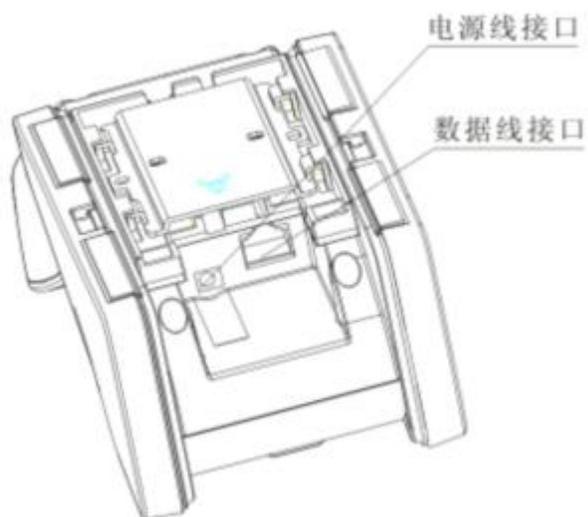

图 1-3
1. 将 USB 数据线的设备接口端（RJ45 接口）与 CD15 底座的数据线接口（见图 1-3）相连；
1. 将 RS-232 数据线的设备接口端（RJ45 接口）与 CD15 底座的数据线接口（见图 1-3）相连；
3. 将 CD15 底座的电源线接口（见图 1-3）与电源适配器相连。